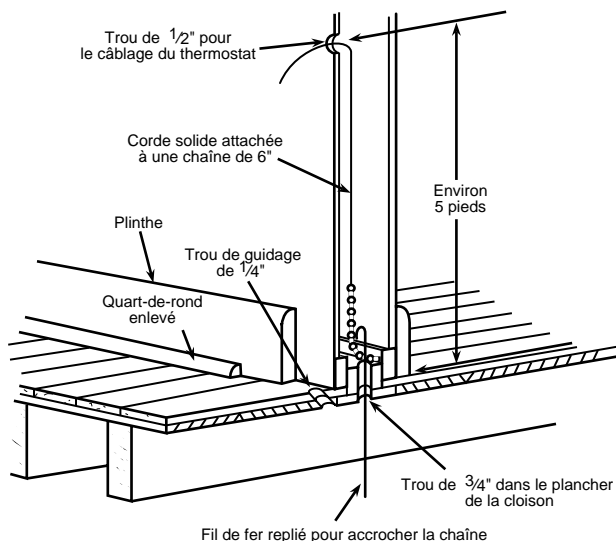

Figure 1. Acheminement du câblage au site
3. Assurez-vous qu'il n'y a pas d'obstacle dans le mur avant d'y percer un trou de 1/2" à l'endroit choisi. Enlevez ensuite le quart-de-rond et percez un petit trou de guidage (figure 1). Au sous-sol, percez un trou de 3/4" dans le plancher de la cloison, à côté du trou de guidage. Dans les bâtiments sans sous-sol, percez le trou de 1/2" dans le plafond, entre les parois de la cloison (figure 1).